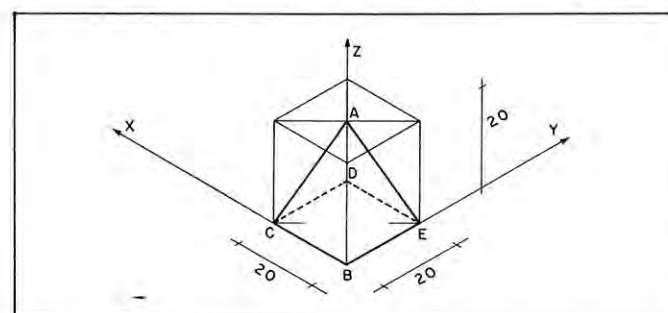

Figura 2 - Isometria da pirâmide do exemplo
Para mostrar o funcionamento, vou usar um exemplo. Suponhamos uma pirâmide (esse é um caso que dificilmente ocorrerá, mas serve perfeitamente para ilustrar o funcionamento do programa) com base quadrada de lado 20 e vértice superior a 20 de altura. Assim, as coordenadas do vértice seriam as seguintes, num sistema como o da figura 2:
Inicie o programa (XEQ PERS). Ele pede os dados relativos ao observador (T L L D H OBS?). No caso, faça 120 (L), ENTER, 40 (D), ENTER, 30 (H), R/S. O programa, a seguir, solicita os pontos. Para cada um deles, basta entrar com as coordenadas: X, ENTER, Y, ENTER, Z, XEQ A (as coordenadas devem ser em relação a um sistema como o da figura 2).